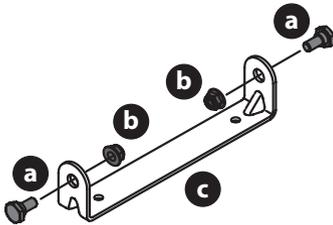

Figure 4
- Enlevez les deux boulons à épaulement (a) et les contre-écrous (b) sur le support de montage (c) fournis dans le sachet de quincaillerie (Figure 4).